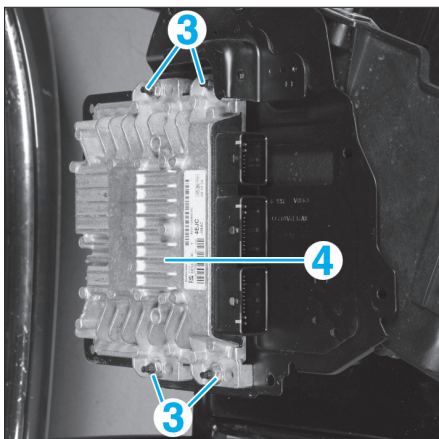

Fig. 28
- Déposer les écrous (3) (Fig.28).
- Sortir le calculateur (4).